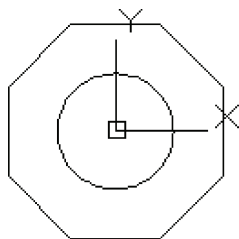
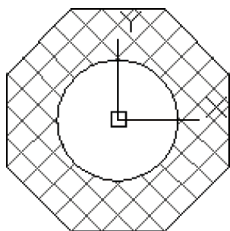

图 2-87 绘制图形
图 2-88 绘制剖面线
- 12) 上机操作：以当前坐标原点为圆心，分别绘制一个圆和一个正八边形，如图 2-87 所示，具体尺寸由读者自己选定；然后在图形中绘制图 2-88 所示的剖面线。